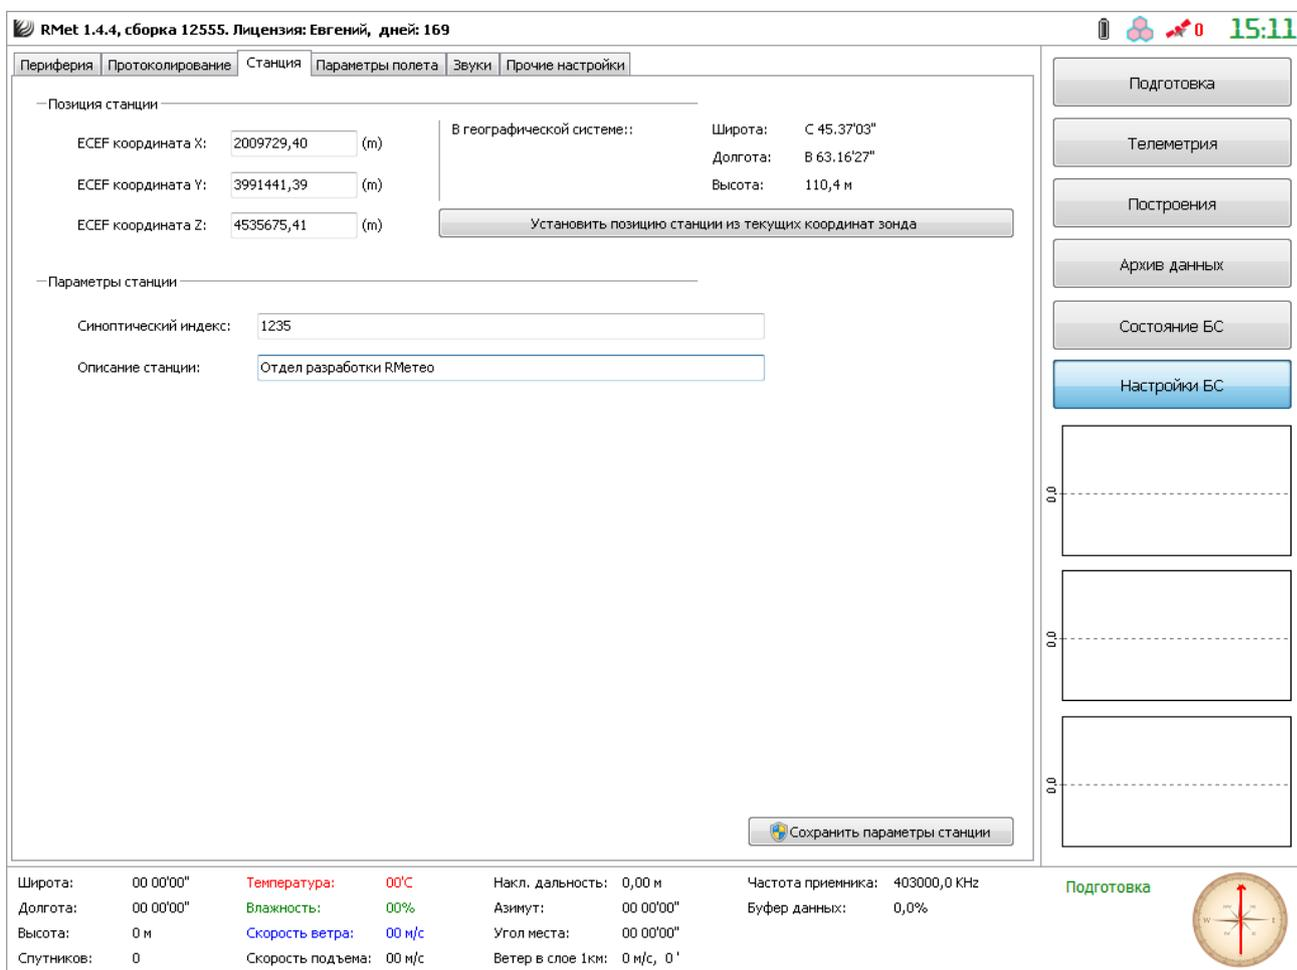

Рисунок 2.6 – параметры станции
*Настройка параметров метеостанции осуществляется на вкладке «Станция» раздела «Настройки» УПО БС СР «Полюс» (Рисунок 2.6), и включает в себя следующие пункты:*
Расположенные внизу страницы параметров полета (Рисунок 2.6) вкладки «Допустимые значения скоростей», «Допустимые градиенты скорости», «Прогнозируемая кривая» позволяют настроить, позволяют перед пуском зонда задать значения соответствующих показателей, используемых для построения дополнительных кривых на графиках скоростей и их градиентов.